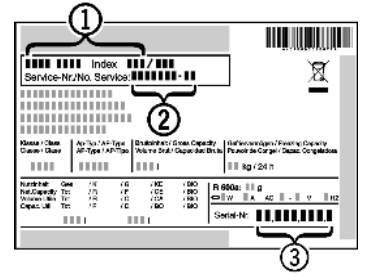

Fig. 8
- ▶ Relever la désignation de l'appareil *Fig. 8 (1)*, le n° de service *Fig. 8 (2)* et le n° de série *Fig. 8 (3)* sur la plaquette signalétique. Cette plaquette se trouve sur la paroi intérieure gauche de l'appareil.
- ▶ Informer le S.A.V. et lui communiquer la panne, la désignation de l'appareil *Fig. 8 (1)*, le n° de service *Fig. 8 (2)* et le n° de série *Fig. 8 (3)*.